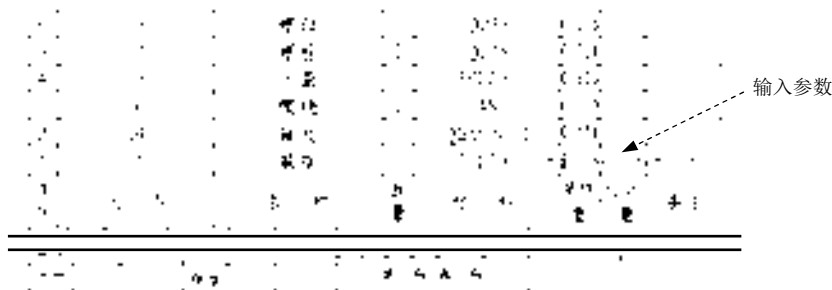

图 8.4.11 在重复区域中输入参数
Step2. 双击明细栏中“总计”上面一行的单元格，在弹出的“报告符号”对话框中依次选取 **rpt...** → **rel...** → **User Defined** 选项，在文本框中输入自定义代码 tcmass，单击 按钮，结果如图 8.4.11 所示。